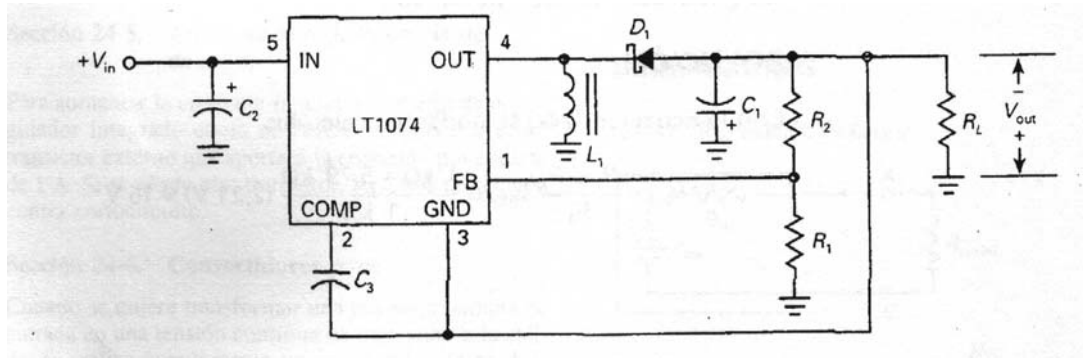

figura 27 - Utilização de um LT1074 como regulador inversor
2. No regulador diferencial da figura 27, $R_1=1k\Omega$ e $R_2=5,79k\Omega$.